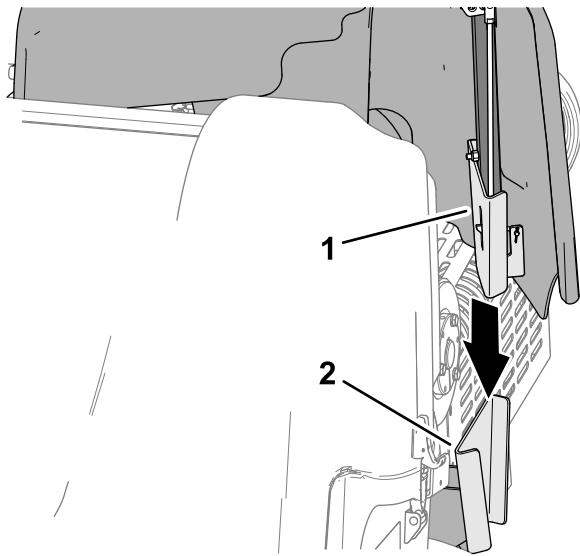

Figura 144
- Allineate la staffa di montaggio del copricinghia con la staffa di supporto del copricinghia del telaio della macchina (Figura 144).